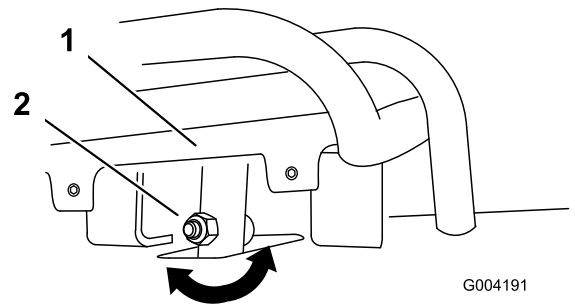
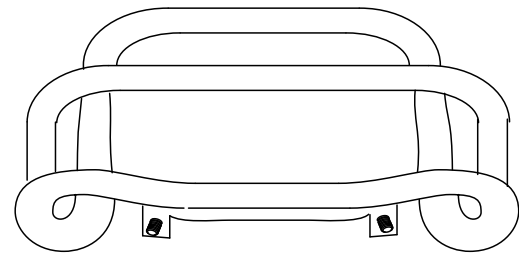

Figura 49
Figura 50
4. Dacă partea din față a comenzii de traciune nu se sprijină drept și la același nivel cu bara de referință, slăbiți piulița și urubul din tija comenzii de traciune (Figura 49).
5. Reglați comanda traciunii astfel încât să se sprijine la același nivel cu bara de referință atunci când este trasă drept înapoi (Figura 49 și Figura 50).
- C. Slăbiți piulița cu guler și urubul din tija comenzii de traciune (Figura 49).
- I. Reglați comanda tracțiunii astfel încât să se sprijine la același nivel cu bara de referință atunci când este trasă drept înapoi (Figura 49 și Figura 50).